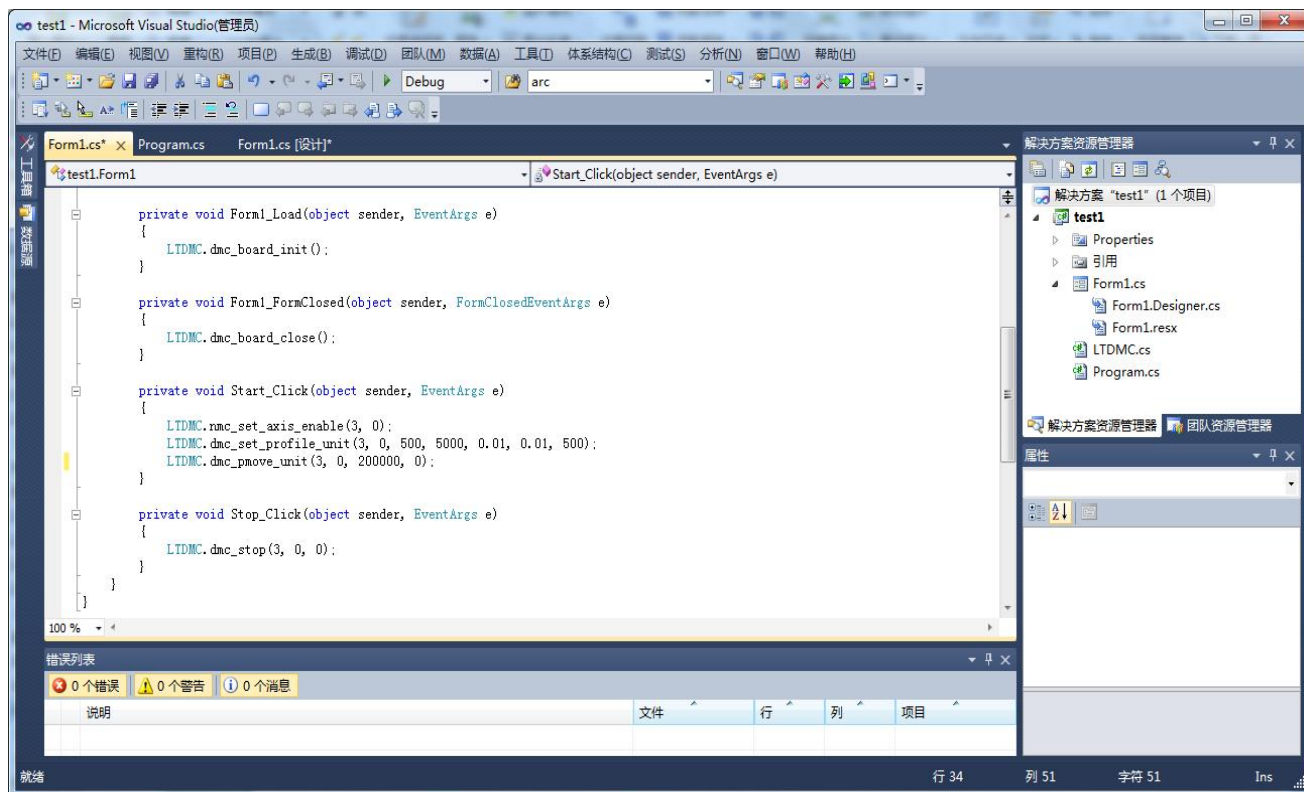

图 5.16 程序中调用控制器库函数
7) 设定控制器链接号为 3, 如图 5.16 所示, 双击窗口控件, 在 Form1_Load 事件中添加代码 LTDMC.dmc_board_init_eth(); 双击属性窗口中 FormClosed, 在 Form1_FormClosed 事件中添加代码 LTDMC.dmc_board_close(); 双击“启动”按钮, 在 Start_Click 事件中添加代码如下: